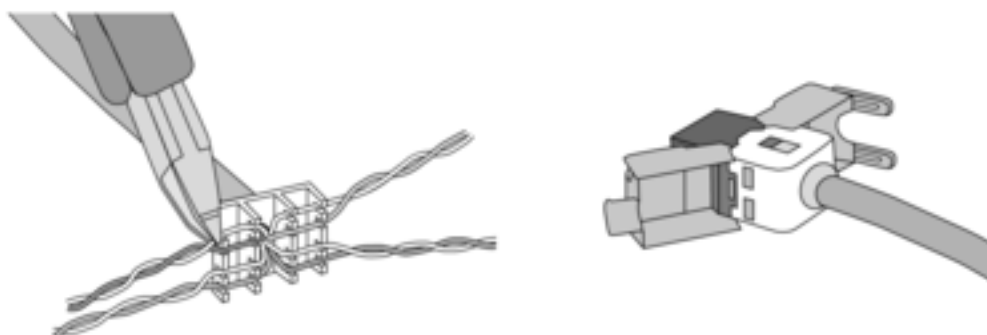

Figura 8: Conexión de la clavija adaptadora al cable de Ethernet
- Conectar el cable de Ethernet a la clavija adaptadora. Para ello, pelar la cubierta del cable dejando a la luz los conductores sin quitarles su aislamiento y colocar estos en la tapa de la clavija adaptadora. Recortar los conductores que sobresalgan y desplazar correctamente la tapa sobre la clavija (figura 8).
- Conectar el cable adaptador de Ethernet en la borna (32) y conectarlo en la clavija adaptadora.